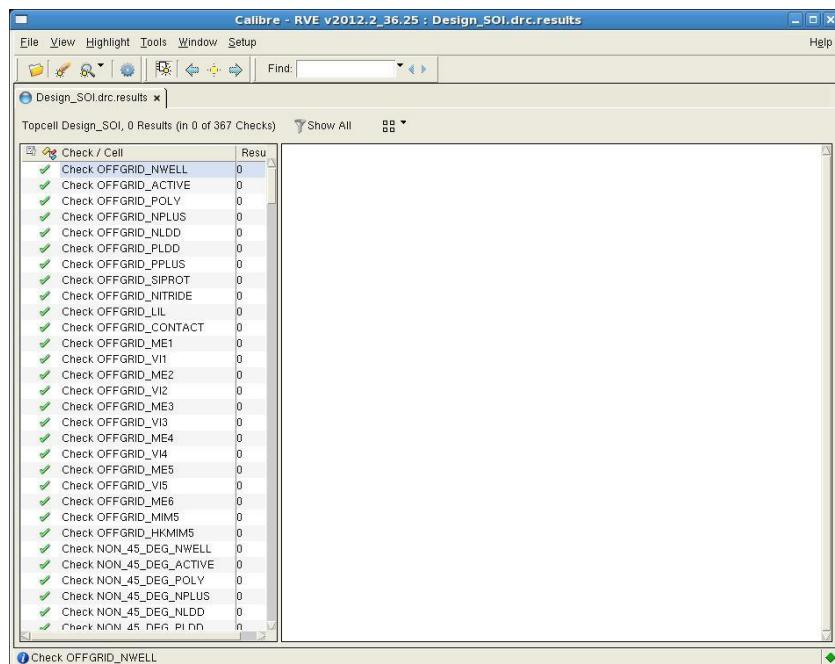

Рис. 9.6. Окно Calibre DRC RVE с результатами DRC-проверки
- 8) После окончания проверки автоматически появится окно Calibre DRC RVE, в котором отобразятся результаты DRC-проверки (рис. 9.6).